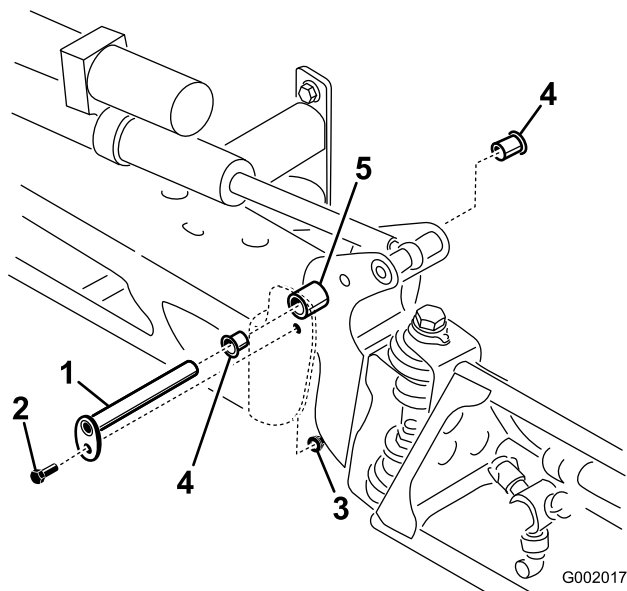

図 54
- ブームを支えておきながら、ピボット・ピンをブーム・アセンブリに固定しているボルトとナットを取り外す(図 54)。ピボット・ピンを取り外す。
- ナイロン・ブッシュを取り外し、ピボット・ブラケットの前面および後面側から見て点検する(図 54)。磨耗したり破損したりしている場合は交換する。
- センター・フレームにブーム&ピボット・ブラケット・アセンブリを取り付け、開口部を整列させる(図 54)。